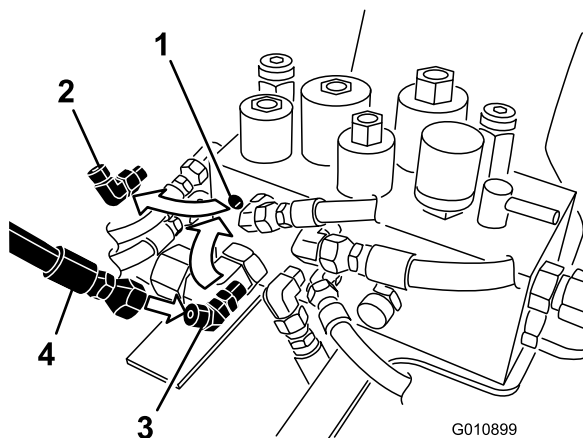

図 3
3. 油圧マニホールドのL1ポートについている90度フィッティングからホースを外す (図 3)。フィッティングが付いている角度を記録しておくこと。
4. 油圧マニホルドについている 90 度フィッティングを外して、代わりに 45 度フィッティングを取り付ける (図 3)。フィッティングは、前のフィッティングとほぼ同じ角度にセットする。
5. 油圧ホースを45度フィッティングに接続する (図 3)。